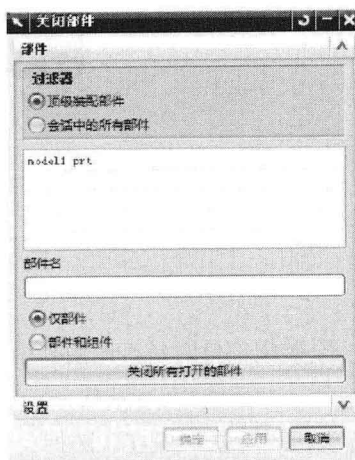

图1-8 “关闭部件”对话框
① 选定的部件。选择该选项，弹出如图 1-8 所示的“关闭部件”对话框，选择要关闭的文件，单击“确定”按钮。“关闭部件”对话框中有以下 4 个单选按钮。